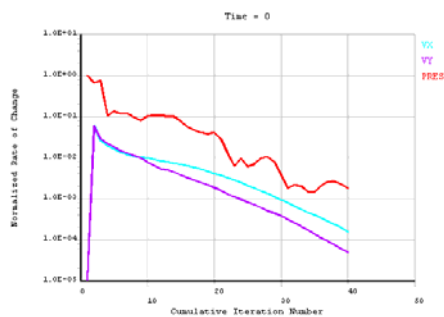

图 10-76 迭代曲线
⑥依次选择 Main Menu→Solution→Run FLOTTRAN，求解完成后会弹出提示对话框，点击“Close”按钮关闭。迭代曲线如图 10-76 所示。